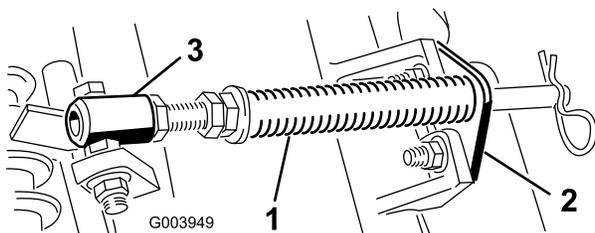

図 5
A. カッティングユニットのタブにロッドブラケットを固定しているキャリッジボルト2本を外す図 5。
B. スプリングチューブのボルトをキャリアフレームのタブに固定しているフランジナット図 5を外し、アセンブリを取り外す。